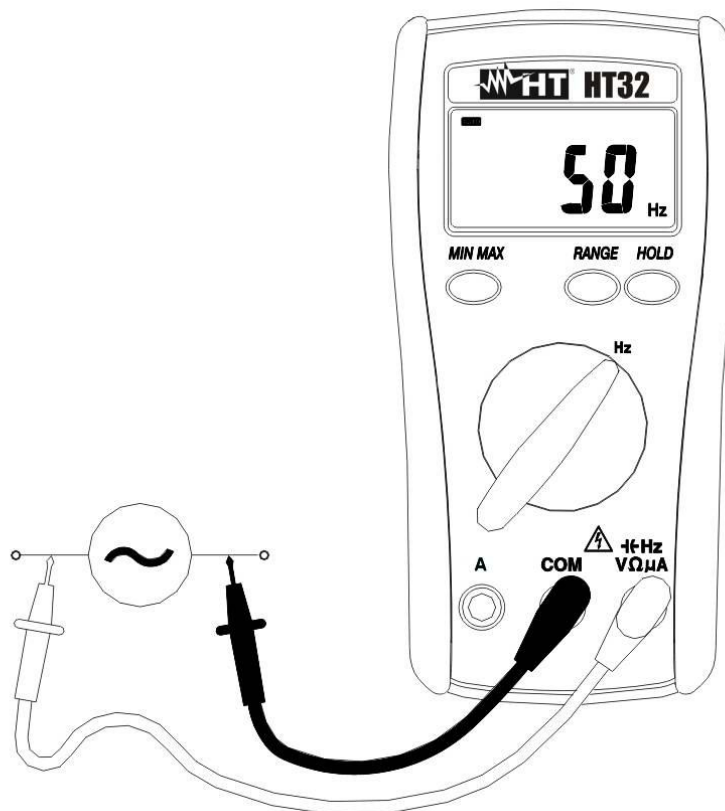

Fig. 6: Misura di Frequenza
2. Inserire il cavo rosso nel terminale di ingresso $\rightarrow$ **HzVΩμA** e il cavo nero nel terminale di ingresso **COM** (vedere la Fig. 6).